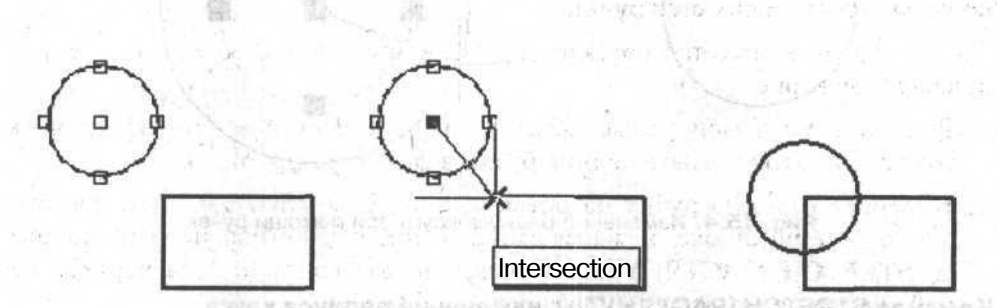

Рис. 15.5. Окружность до перемещения, после активизации команды и после перемещения ручками в точку вставки
4. Переместите базовую точку в точку вставки и щелкните левой кнопкой мыши. Выбранные объекты переместятся вслед за движением базовой точки (рис. 15.5).